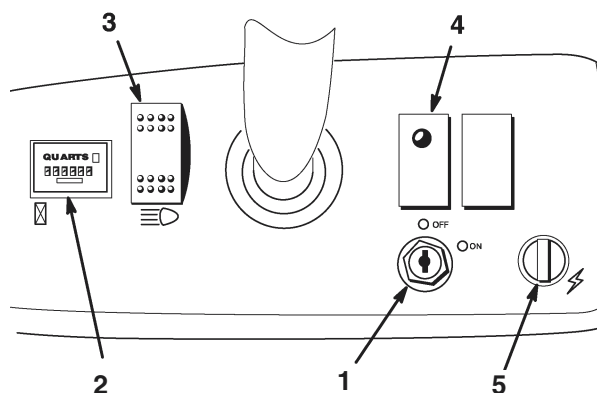

Figure 6
Le commutateur d'allumage (Fig. 6) sert à mettre le moteur en marche et à l'arrêter. Il a deux positions : contact coupé (OFF) et contact établi (ON). Tournez la clé dans le sens horaire jusqu'à la position « ON » pour mettre le moteur en marche. Lorsque le véhicule est arrêté, tournez la clé dans le sens anti-horaire à la position « OFF ». Enlevez la clé du commutateur d'allumage.
Le compteur horaire (Fig. 6) indique le nombre d'heures de fonctionnement du moteur. Il se déclenche chaque fois que la pédale d'accélérateur est enfoncée.
Il signale à l'utilisateur une baisse excessive de la pression d'huile (Fig. 6). S'il s'allume, vérifiez le niveau d'huile et faites l'appoint au besoin (voir la section *Entretien d'huile moteur*).
Basculez le commutateur pour activer les phares. Appuyez dessus pour les allumer (Fig. 6).
La prise d'alimentation sert à alimenter les accessoires électriques en option (Fig. 6).